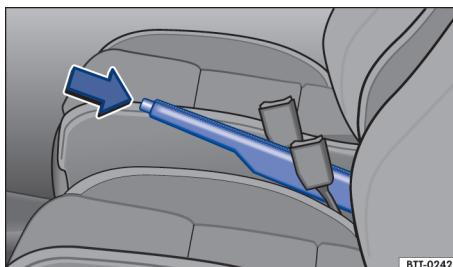

Fig. 85 Entre os bancos dianteiros: alavanca do freio de estacionamento.
- Puxar a alavanca do freio de estacionamento para cima com o botão bloqueador pressionado → Fig. 85 (seta).
- Puxar a alavanca do freio de estacionamento um pouco para cima e pressionar o botão bloqueador → **Fig. 85** (seta).